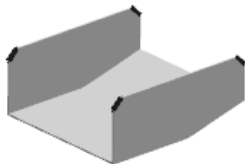
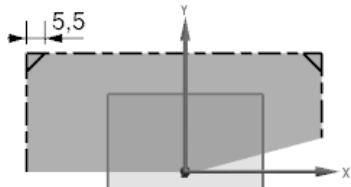

图 7.7 拉伸特征 2
图 7.9 截面草图
Step6. 创建图 7.7 所示的拉伸特征 2。选择下拉菜单 **插入(S)** → **切削(C)** → **拉伸(E)** 命令；选取图 7.8 所示的模型表面为草图平面，取消选中 **设置** 区域的 **创建中间基准 CSYS** 复选框，绘制图 7.9 所示的截面草图，单击“反向”按钮；在 **开始** 下拉列表中选择 **值** 选项，在 **距离** 文本框中输入数值 0；在 **结束** 下拉列表中选择 **贯通** 选项；在 **布尔** 区域的下拉列表中选择 **求差** 选项，采用系统默认的求差对象，单击 **确定** 按钮，完成拉伸特征 2 的创建。